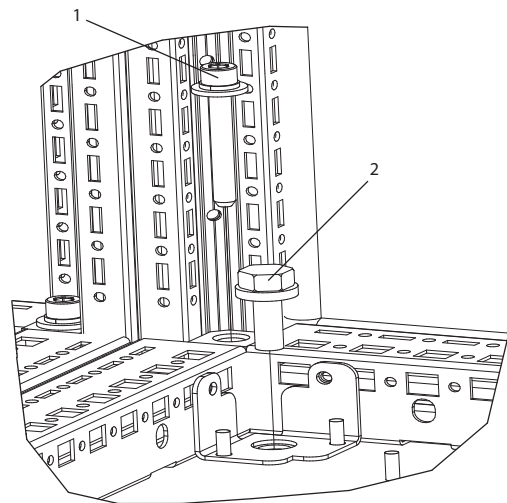

Ilustración 5.30 Detalle de la ubicación de la sujeción
2. Instale cada perno M8 de 60 mm con arandela de retención y arandela plana a través del bastidor en el orificio roscado de la base. Instale cuatro pernos por armario. Consulte la Ilustración 5.30.
3. Instale cada perno M10 de 30 mm con arandela de retención cautiva y arandela plana a través de la placa base y en el orificio roscado de la base. Instale cuatro pernos por armario. Consulte la Ilustración 5.30.
Tabla 5.24 Leyenda de la Ilustración 5.30